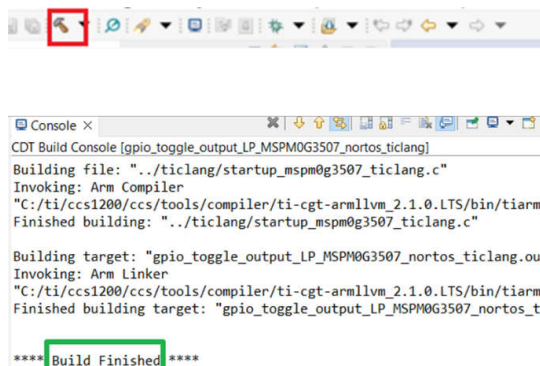

図 2-37. ビルド成功
8. ソフトウェアの評価を完了したら、メインツールバーのビルドアイコンをクリックします (図 2-37 を参照)。「Build Finished」(ビルド完了) の表示には、正常に完了したことが示されます。